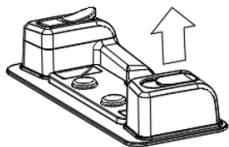

Fig. 5
1. Deschideți capacul de etanșare (Fig. 5).